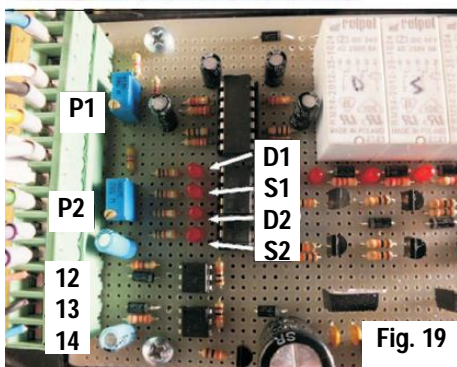

Fig. 19
- draai aan de afstelschroef P1 (Fig. 19) totdat de LED's S1-D1 van status veranderen. Als D1 oplicht draai dan rechtsom, als S1 oplicht draai dan linksom.
- draai aan de afstelschroef P2 (Fig. 19) totdat de LED's S2-D2 van status veranderen. Als D2 oplicht draai dan rechtsom, als S2 oplicht draai dan linksom.